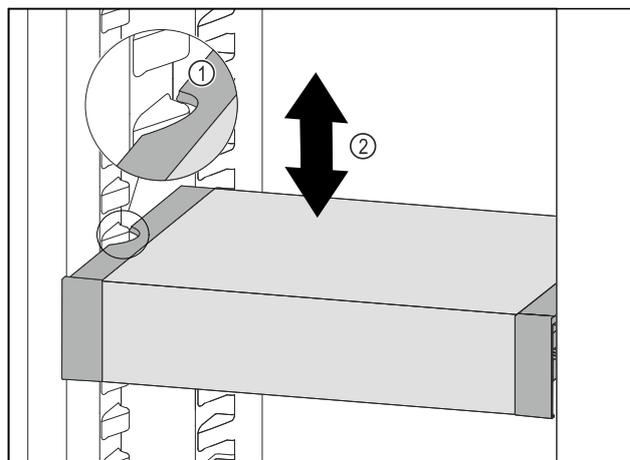

Fig. 73
- ▶ Táhněte VarioSafe dopředu, dokud nebudou boční vybrání VarioSafe na úrovni žebrování na nádoby v chladniče. Fig. 73 (1)
- ▶ Posouvejte VarioSafe v chladniče nahoru nebo dolů, dokud nedosáhnete požadované výšky. Fig. 73 (2)